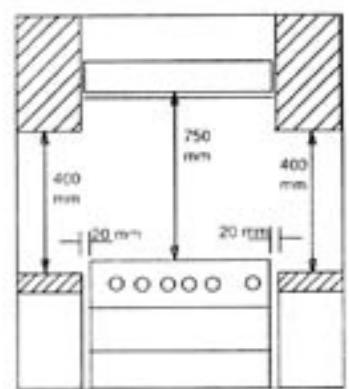

fig. 2
2. De afstand tussen het toestel en de aangrenzende muren of meubelen moet als volgt worden bepaald: de afstand in de hoogte tussen het fornuis en de afzuigkap of een bovenkastje moet minimaal 75 cm. zijn. (zie fig. 2)